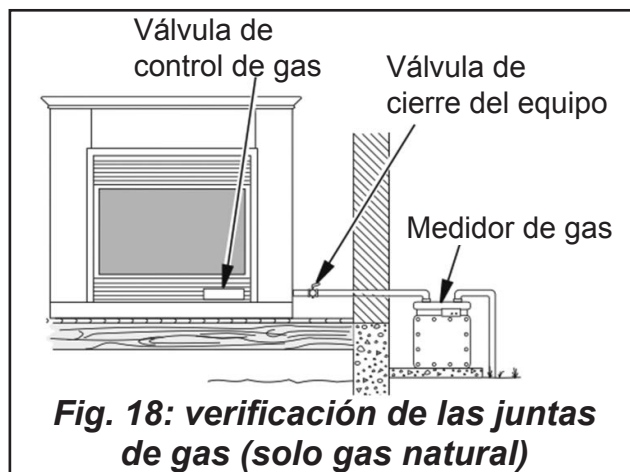

Fig. 18: verificación de las juntas de gas (solo gas natural)
3. Verifique todas las juntas desde el medidor de gas a la válvula de cierre del equipo (consulte la Fig. 18). Aplique una mezcla de jabón líquido y agua en las juntas de gas. Si se forman burbujas, es posible que haya una fuga.